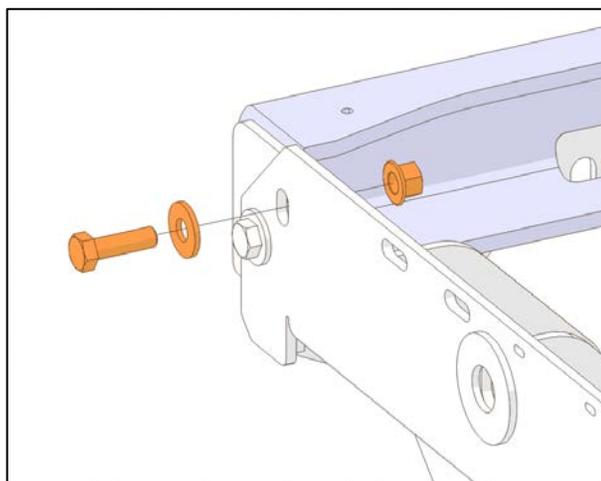

Figure 3: Enlèvement de la boulonnerie
4. Une à la fois, enlevez les écrous rondelles et vis retenant l'attelage. (Figure 3)